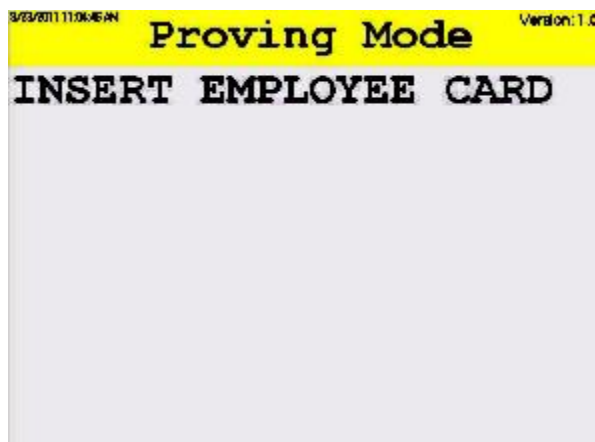

Figure 4: VPC asking for the employee card | Écran du VPC demandant une carte d'employé
4) Swipe the employee's card or use the keypad to enter the PIN, if a card reader doesn't exist in the VPC. (Figure 4 below only shows the prompt for a VPC system that does contain a card reader).
4) Glissez la carte d'employé ou utilisez le clavier pour entrer le code NIP, si un lecteur de carte n'existe pas dans le VPC. (La figure 4 ci-dessous ne montre que l'invite pour un système VPC équipé d'un lecteur de carte).